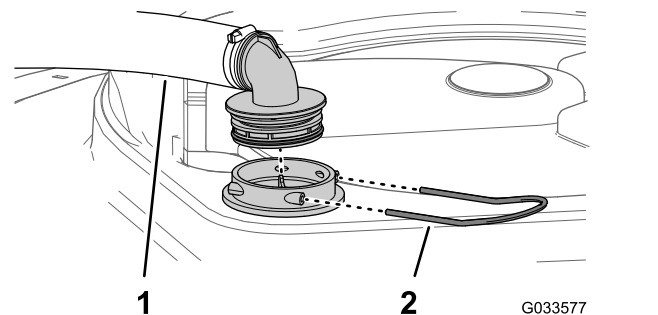

Figura 27
2. En la parte superior del depósito de fumigación, retire la horquilla de retención que sujeta el acoplamiento que está conectado a la manguera grande y al alojamiento del filtro (Figura 27).
3. Retire la manguera y el acoplamiento del alojamiento del filtro (Figura 27).